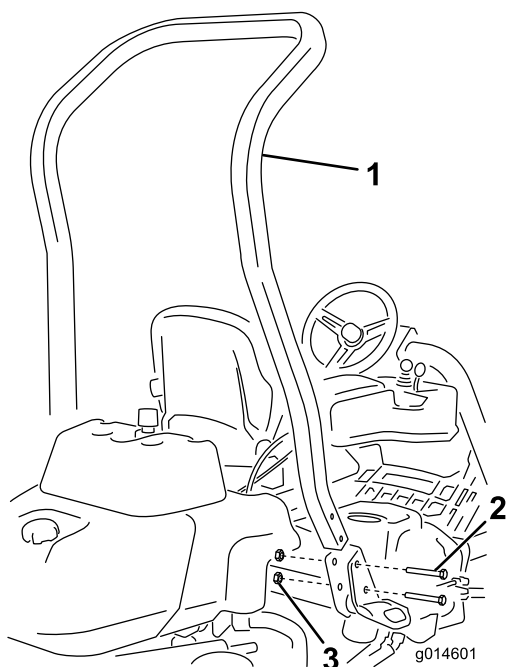

Figura 3
3. Fissate il roll bar negli incastri su ogni lato della macchina con 4 bulloni ($\frac{1}{2}$ " x $3\frac{3}{4}$ ") e 4 dadi flangiati ($\frac{1}{2}$ ") (Figura 3).